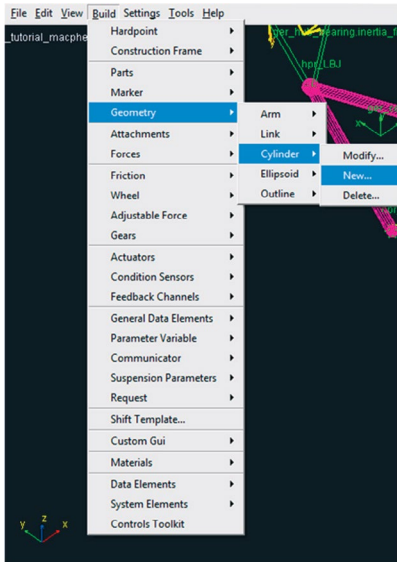

Figura 4.51 – Criação de uma geometria do tipo *Cylinder*.
- Para construção da geometria associada ao *General Part* “*hub_bearing*” acesse o menu *Build Geometry* → *Cylinder* → *New* (Figura 4.51).